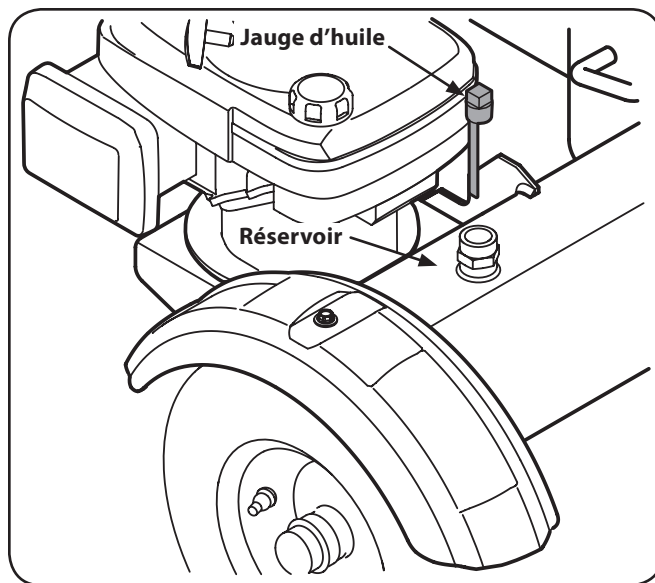

Figure 3-9
2. Retirez la jauge d'huile sur le réservoir, devant le moteur. Voir Figure 3-9.
3. Utilisez la jauge pour vérifier le niveau du fluide. Voir Figure 3-9. Ne faites pas déborder le réservoir.